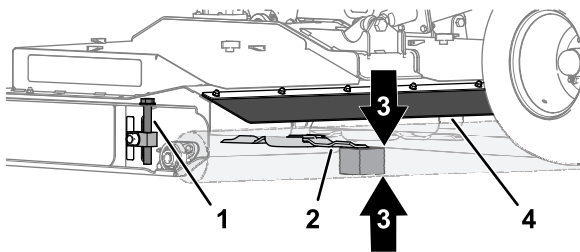

Figura 80
1. Trabalhando na parte de trás da plataforma do cortador, levante a aba traseira e alinhe o bloco de madeira com 51 mm entre a extremidade traseira da lâmina do cortador central e o solo (Figura 80).